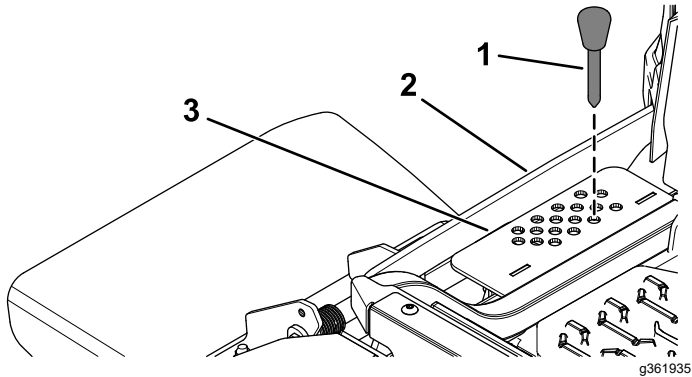

Figure 22
2. Placez l'axe de chape dans le trou du support correspondant à la hauteur de coupe voulue (Figure 22).
3. Appuyez sur le bas de l'interrupteur de levage du plateau jusqu'à ce la tringlerie de hauteur touche légèrement la goupille de hauteur de coupe (Figure 22).